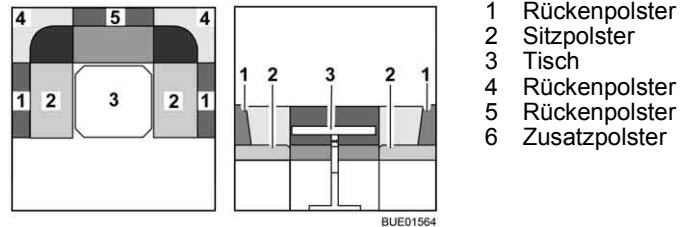

Bild 104 Vor dem Umbau
- Tisch (Bild 104,3) zum Bettunterbau umbauen (siehe Abschnitt 6.12).
- Alle Rückenpolster (Bild 104,1, 4 und 5) abnehmen und beiseite legen.